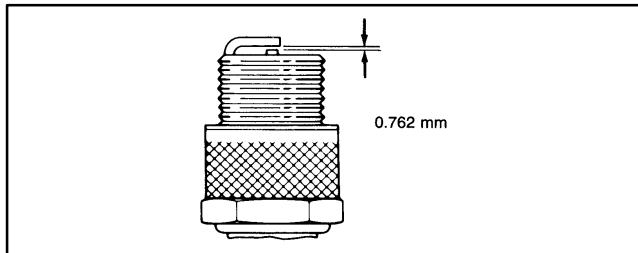

Abbildung 17
- Den Abstand zwischen mittiger und Seitenelektrode auf 0,762 mm einstellen (Abb. 17). Die korrekt eingestellte Zündkerze mit einer Dichtung einsetzen und auf ein Moment von 20,4 Nm anziehen.